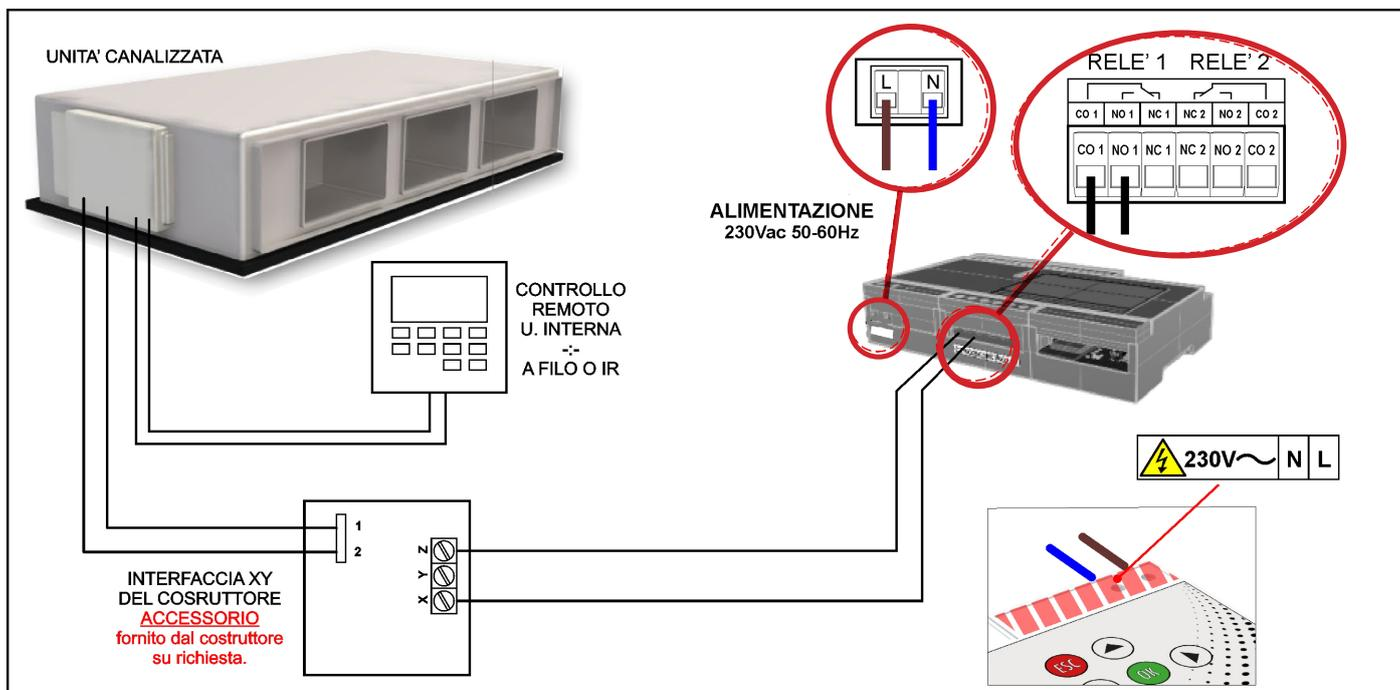

Fig.169
- Prevedere un interruttore di linea dedicato alla centralina POLARIS 2X, e uno dedicato dall'Unità canalizzata. Verificare con il costruttore dell'Unità canalizzata la necessità di utilizzare un'interfaccia di dialogo tra la centralina Polaris 2X e l'unità stessa. L'interfaccia è di proprietà del costruttore dell'Unità canalizzata (richiedere l'interfaccia al costruttore). Vedi schema fig. 169.
5. COLLEGARE AI MORSETTI «CO1-NO1» DELLA POLARIS 2X **C** (Fig. 177 pag.53) ALL'INTERFACCIA DELL'UNITÀ CANALIZZATA (L'INTERFACCIA È DI PROPRIETÀ DEL COSTRUTTORE E DEVE ESSERE RICHIESTA). (Fig. 169 pag.48)